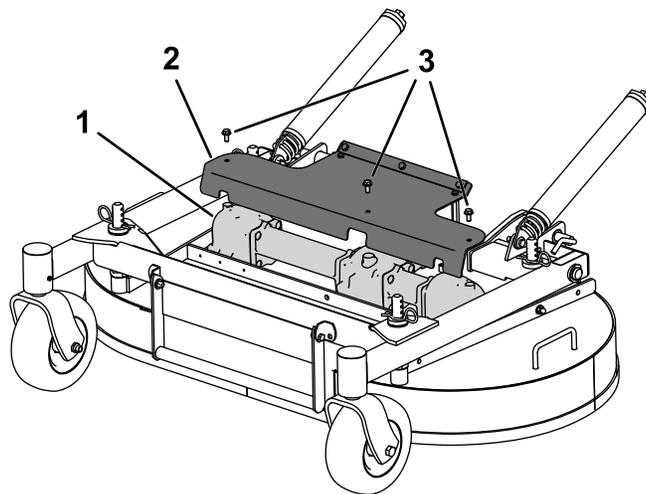

Рисунок 34
3. Снимите ограждение, чтобы получить доступ к редуктору (Рисунок 34).